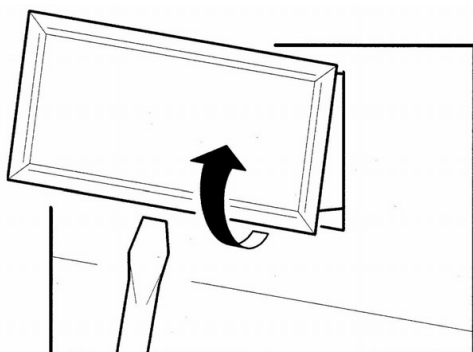

Рис. 19
- При помощи отвертки приподнять одну из сторон термометра и вынуть его из гнезда (**Рис. 19**).